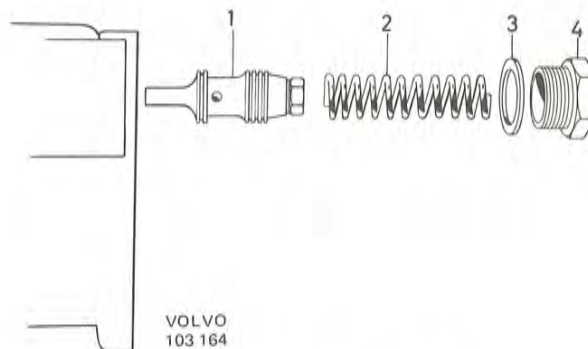

Bild 80. Demontering av reglerventil
- b) Demontera pumpens reglerventil, se bild 80. Största renlighet måste därvid iakttas. Tvätta och blås rent innan proppen (4) skruvas ur, vilket bör ske underifrån. Ventilkolven och